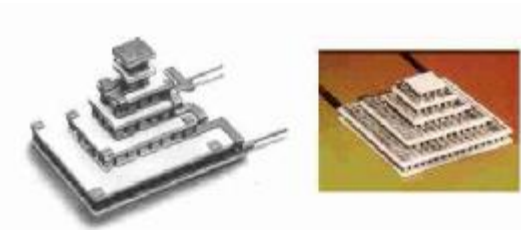

Figura 3. Distintas células multicapa
- $DT_{m\acute{a}x}$: máxima diferencia de temperatura entre las dos caras de la placa (salto térmico), que se obtiene cuando el calor aplicado a la cara fría es nulo ($Q_f = 0$). Existe una configuración de células multicapa que tiene como ventaja aumentar el salto térmico. (figura 3)